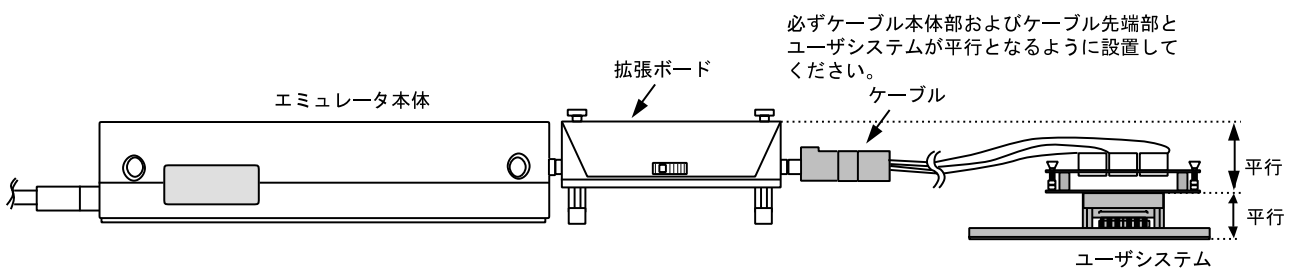

図14 設置例
- (1) ユーザシステムへの接続時には1ピン位置に十分注意して、誤接続は絶対にしないでください。
- (2) 本ユーザシステムインタフェースケーブルを使用する場合の推奨マウントパッド寸法は、MCU実装用マウントパッド寸法とは異なりますので注意してください。
- (3) ケーブル本体部が断線する可能性がありますので、本ユーザシステムインタフェースケーブルの上に重いものや金属等の角の尖ったものを置かないでください。
- (4) ユーザシステムに接続した状態では、ユーザシステムインタフェースケーブル、特にケーブル先端部に無理な力が加わらないように注意する必要があります。図14の設置例を参照してご使用ください。